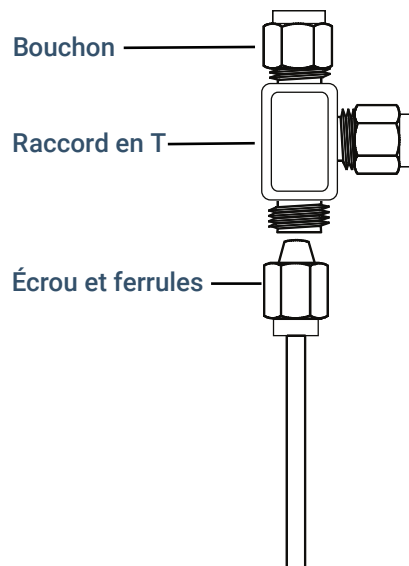

Figure 21. Té Swagelok
1. Coupez le tube à l'endroit où vous souhaitez installer le raccord en T. Raccordez le tube et le raccord en T au moyen d'un raccord Swagelok. Reportez-vous à la **Figure 21**.